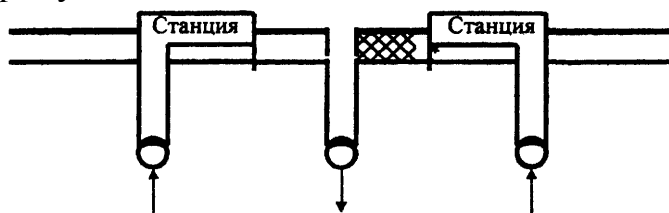

Рис. 1
- поезда располагаются так, чтобы между очагом пожара и перегонной шахтой, работающей на вытяжку, не было поездов (рис.1);